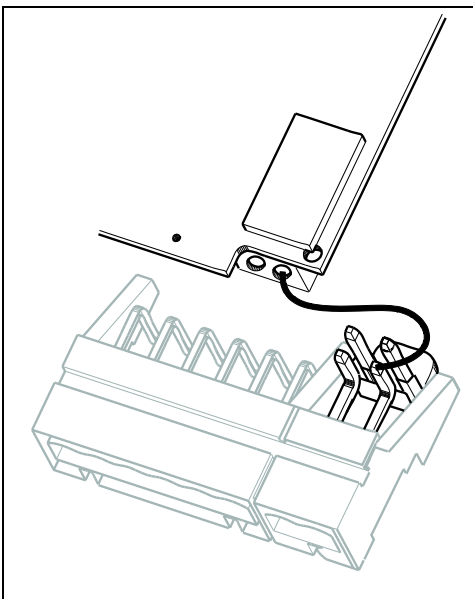

Рис. 18: Входной модуль pH и клемма pH на крышке корпуса с кабелем (красным) для подключения стеклянных pH-/ОВП-электродов.
5. В правой части крышки корпуса отведите оба конца красного кабеля от входа pH (см. рис. 18).